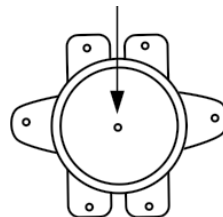

Рис. 6
4. На входной патрубок обозначенный голубым цветом и стрелкой направления течения воды накрутите предохранительный клапан так, чтобы течение воды совпадало с направлением стрелки на корпусе клапана. На отверстие сброса давления предохранительного клапана (см. рис. 6) оденьте дренажную трубку* для отвода воды (возможно появление при нагревании) в канализацию (трубку необходимо направить строго вниз, запрещено её перегибать).
- нажать до щелчка кнопку, расположенную по центру термовыключателя рис. 6;